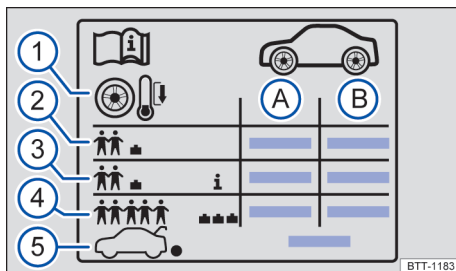

Fig. 251 Símbolos na etiqueta de pressão dos pneus.
Legenda para Fig. 251:
Dependendo do veículo, a etiqueta pode conter uma pressão conforto dos pneus → Fig. 251 . A pressão de conforto dos pneus possibilita aumentar o conforto da condução. Ao conduzir com a pressão de conforto dos pneus, pode aumentar o consumo de combustível.
- Adequar sempre a pressão dos pneus às condições de carga → Fig. 251 .